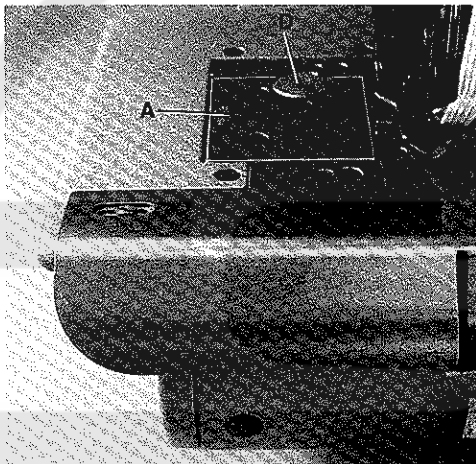
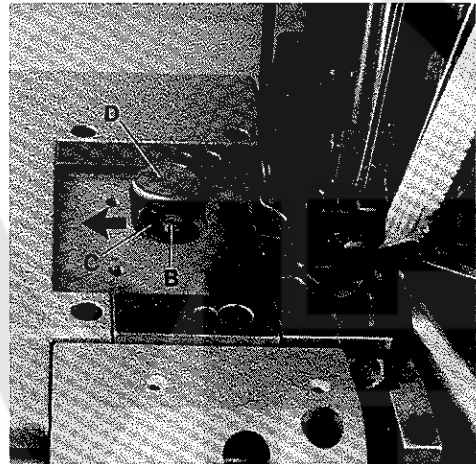
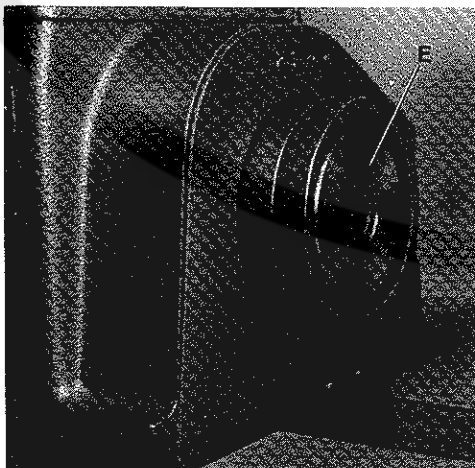

Fig. 33
Fig. 34
Fig. 35
Before the machine leaves the factory, the stitch length change mechanism is locked. After removing cover (A, Fig. 33) and loosening screw (B, Fig. 34) lever (C) can be swung in the direction of the arrow to the left to unlock the stitch length change mechanism. The required hexagon socket wrench is a component of the machine accessories.
The stitch length is changed by slightly pressing push button (D, Fig. 33 and 34) and simultaneously rotating pulley (E, Fig. 35). Within one revolution of the pulley push button (D, Fig. 33) engages and the stitch length change starts. Rotating pulley clockwise shortens the stitch, rotating it counter-clockwise increases the stitch. After setting the desired stitch length, the mechanism can be locked again.
Vor dem Versand der Maschine wird die Stichlängenverstellung blockiert. Entfernt man den Deckel (A, Fig. 33) und löst die Schraube (B, Fig. 34), kann der Hebel (C) in Pfeilrichtung nach links geschwenkt werden und die Arretierung der Stichlängenverstellung ist aufgehoben. Der benötigte Sechskantschraubendreher ist im Zubehör der Maschine enthalten.
Die Stichlänge wird durch leichtes Drücken auf den Knopf (D, Fig. 33 und 34) und gleichzeitiges Drehen des Handrades (E, Fig. 35) eingestellt. Nach spätestens einer Umdrehung des Handrades rastet der Knopf (D, Fig. 33) ein und die Stichverstellung beginnt. Drehen des Handrades im Uhrzeigersinn verkleinert den Stich, drehen im Gegenuhrzeigersinn vergrößert ihn. Nach dem Einstellen der gewünschten Stichlänge kann, wenn notwendig, die Stichlängenverstellung wieder blockiert werden.